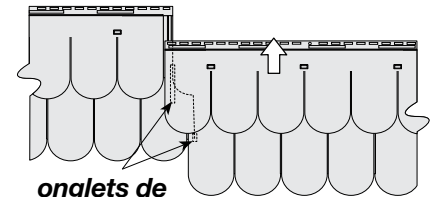

**FIGURE 5**
- 8) Retirez 33,7 cm (13-1/4 po) du côté gauche en mesurant depuis le panneau supérieur et coupez le panneau inférieur de façon rectiligne comme illustré à la figure 5 (notez qu'il y a un petit repère sur la surface du panneau). Percez un orifice de 0,5 cm (3/16 po) au centre de l'ourlet de clouage et clouez le parement à travers cet orifice pour contrôler la direction de la dilatation et de la contraction. L'espace de 33,7 cm (13-1/4 po) fournit la séparation la plus éloignée des rangées superposées.